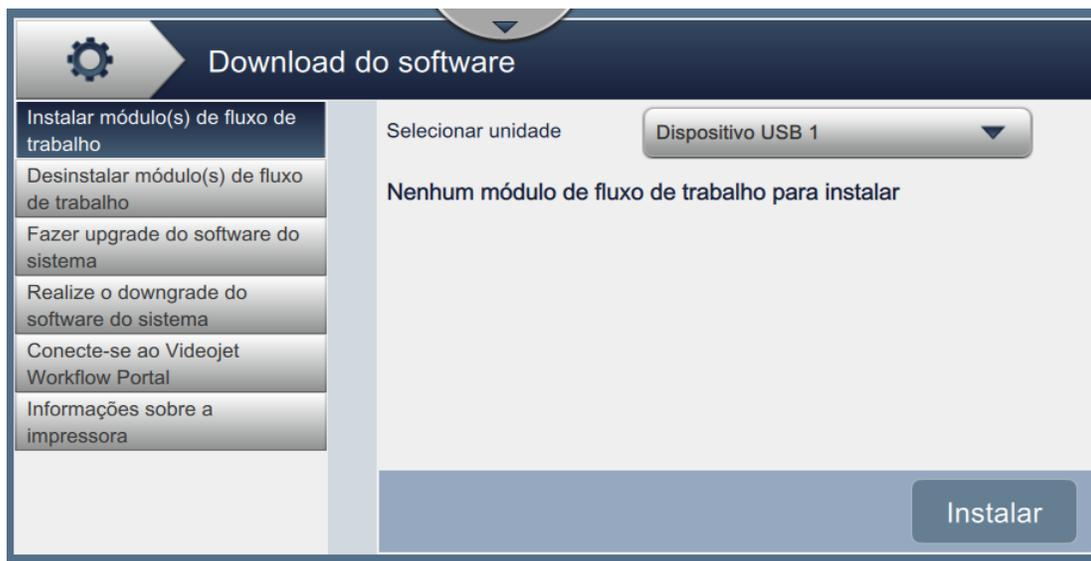

Figura 6-22: Tela Download de software
1. Toque no botão  na tela Ferramentas. A tela Download de software é aberta, como mostra a Figura 6-22.